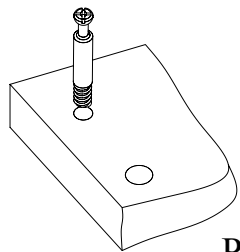

Рис.1
1. Вкрутите шпильки минификса в деталь 1, 2, 3 (Рис. 1).